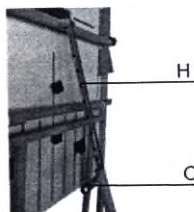

Рис.5
1) Регулировка поворотного ложа по углу наклона (рис.5)